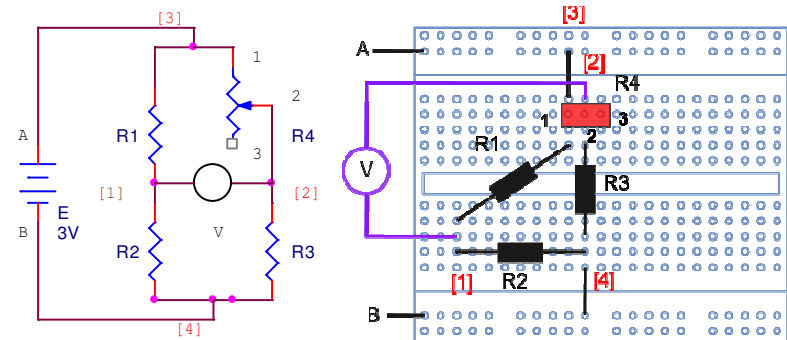

Fig. 8 Exemplu de realizare a punții Wheatstone
- se măsoară cu ohmetrul valoarea de echilibru, R_{40} măsurat, folosind 2 fire înfipite în placa de test, în rînduri de găuri care să corespundă celor 2 din 3 terminale ale potențiometrului care au fost folosite (pe fig. 8 s-au folosit terminalele 1 și 2), și conectîndu-le celălalt capăt la crocodilii ohmetrului.
- Se compară valoarea R_{40} măsurat măsurată pentru potențiometru (la echilibru) cu valoarea de echilibru R_{40} calc calculată cu relația de echilibru a punții (4) pe baza valorilor măsurate ale rezistențelor 1,2,3. Se calculează eroarea relativă a valorii măsurate.
Pentru configurația deja realizată pe placă, se reconectează potențiometrul și se variază ușor pînă cînd voltmetrul indică $U_{d1}=20mV$. Se observă că, cf. fig. 8, voltmetrul este conectat în diagonala [1]-[2] și sursa în [3]-[4]. Se inversează apoi voltmetrul cu sursa de semnal (prin mutarea firelor voltmetrului pe diagonala 3-4 și a sursei pe diagonala 1-2) și, fără a mai modifica valoarea potențiometrului, se citește